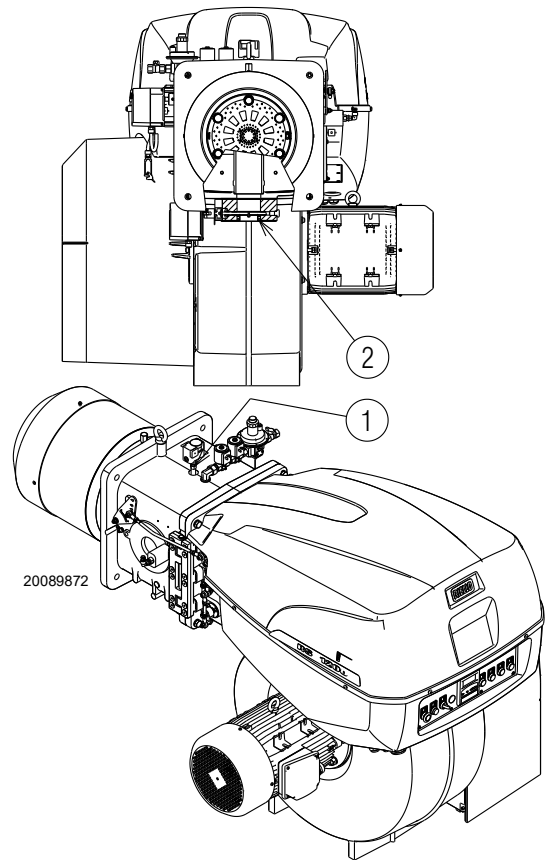

Fig. 18
Presión de gas en la toma 1)(Fig. 18), con:
Pérdida de carga válvula de mariposa del gas 2)(Fig. 18) con abertura máxima: 90°.
- restar a la presión del gas en la toma 1)(Fig. 18) la presión de la cámara de combustión.
Presión de gas en la toma 1)(Fig. 18) = 59,2 mbar
Para conocer la presión del gas necesaria en la toma 1)(Fig. 18), fijada la potencia máxima de modulación a la cual se desea que funcione el quemador:
- Leer a la derecha, columna 1, la presión en la toma 1)(Fig. 18).
presión necesaria para la toma 1)(Fig. 18).